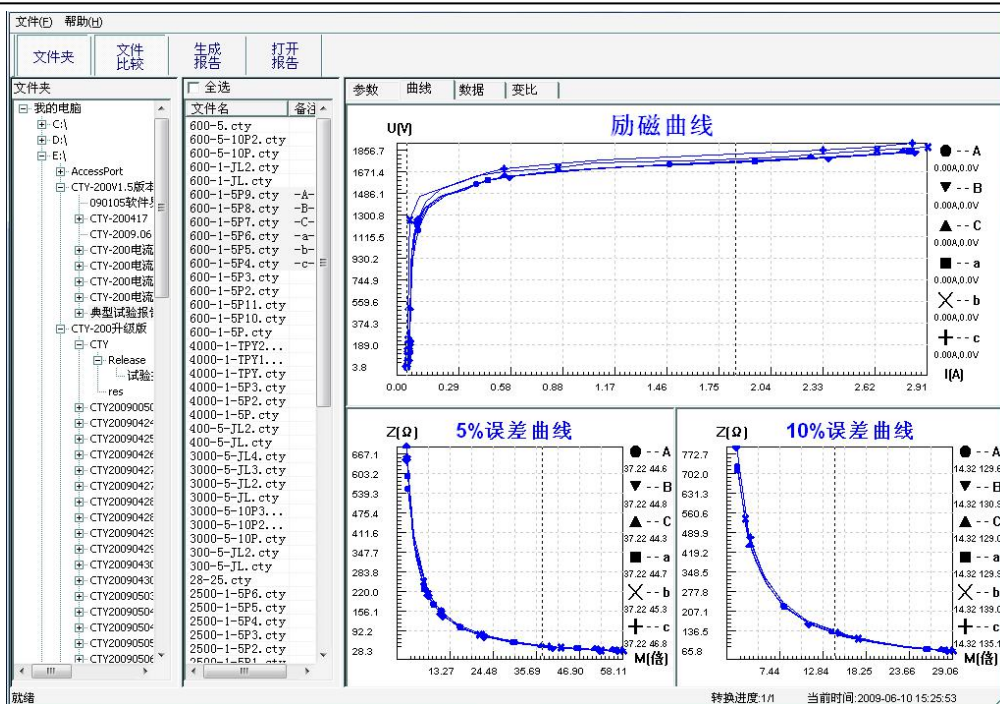

图 26 多个文件合并转换时曲线界面
① 选择文件：按下文件比较，用鼠标左键选择多个文件（鼠标右键取消选定），选定的文件会在备注栏中标注 A、B、C、a、b、c 字母，并在曲线页中显示多条曲线进行比较，如图 26。
再点击生成报告，弹出报告设置对话框，如图 26。